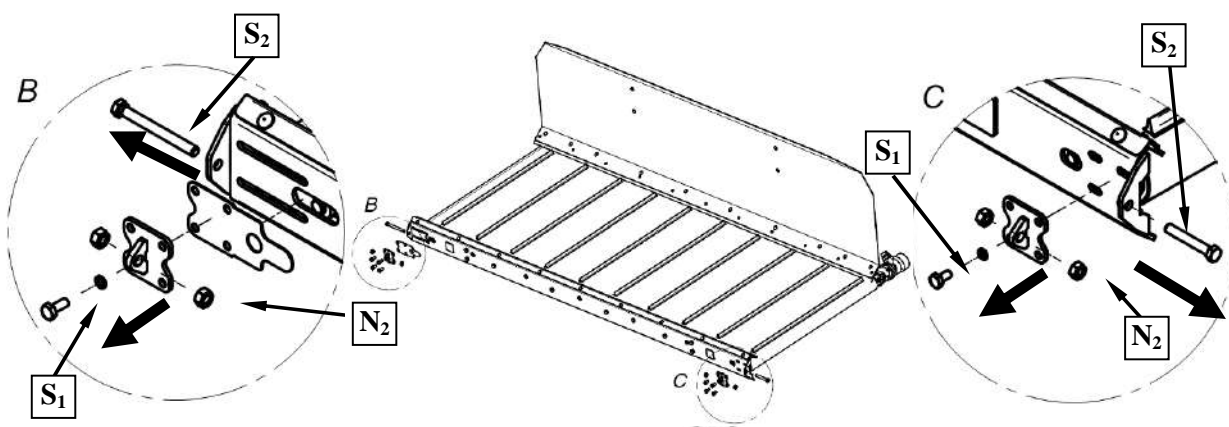

Рис. 39
1. Открутить болты M10 – S1, гайки M12 – N2 регулировочные винты M12 – S2 передних натяжных устройств (Рис. 39).